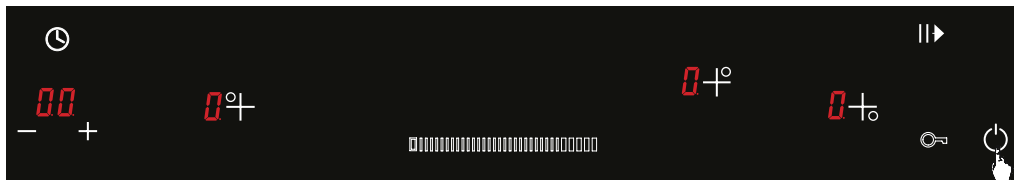

Afbeelding 5
3. Als u uw vinger naar links of rechts op de schuifregelaar verplaatst, kunt u het temperatuurniveau aanpassen van de relevante kookplaat van 1 tot 9. (Zie afb. 5)